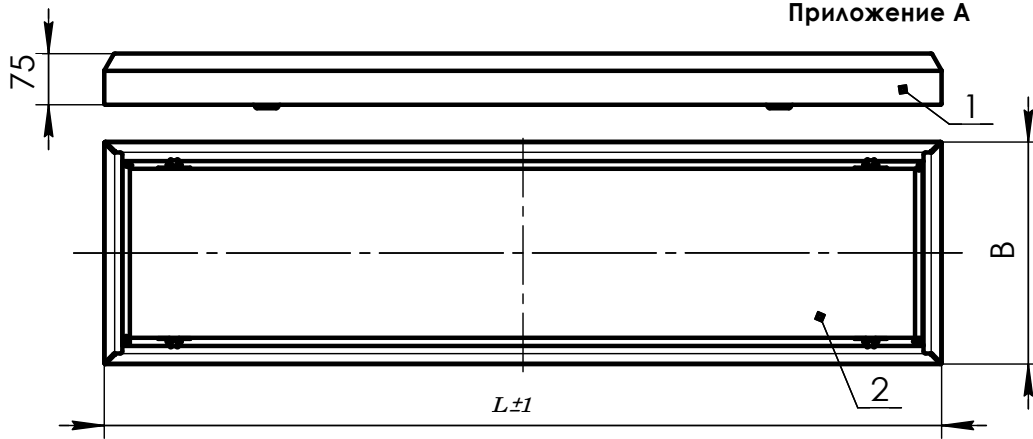

Рис. 1.1 ЛПО04-2x36; ЛПО05-2x36
4.1 Светильник состоит: из корпуса в сборе поз.1, в котором размещена электрическая схема; рассеивателя в сборе поз.2; закрепленного на корпусе светильника с помощью пружин (рис.1.1; рис1.2).